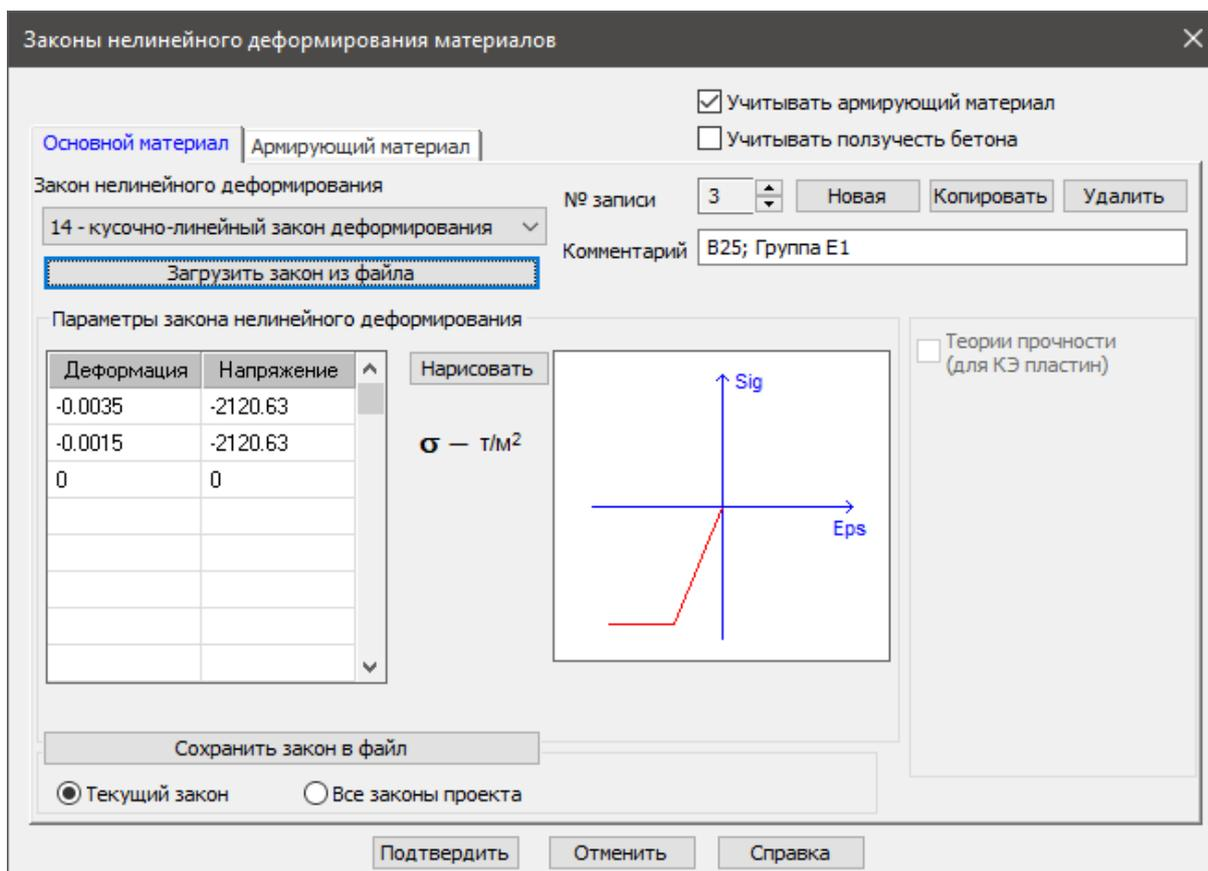

Рис. 16.25 Окно Законы нелинейного деформирования материалов
- ❑ В открывшемся диалоговом окне щёлкните по кнопке  - **параметры материала**, чтобы вызвать окно **Законы нелинейного деформирования материалов** (Рис. 16.25);